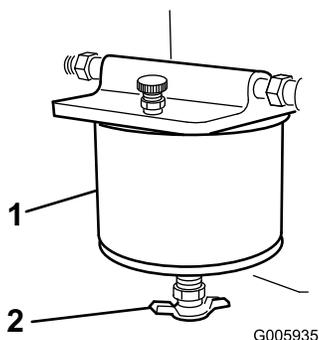

Рисунок 31
4. Поворачивайте сливной клапан, пока из фильтра не потечет вода (Рисунок 31).